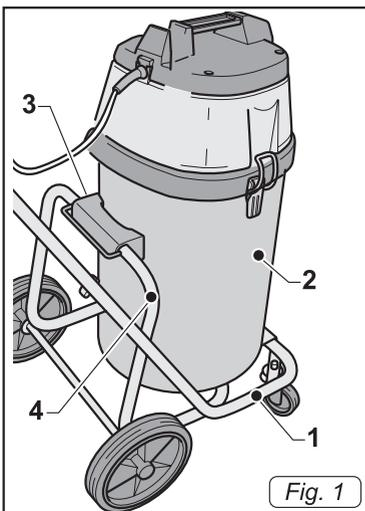

Fig. 1
- Поставьте тележку на грунте (1 Рис. 1).
- Поставить каркас (2 Рис. 1) на тележку, фиксируя подставку в пластике (1 Рис. 1) стержни (4 Рис. 1) тележки.